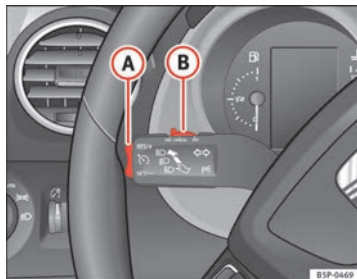

Fig. 148 Palanca de intermitentes y de luz de carretera: conmutador y tecla basculante para el regulador de velocidad
- Mueva el mando  fig. 148 **B** hacia la izquierda hasta la posición **ON**.